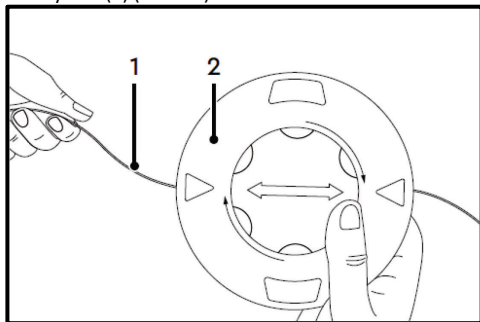

Рис. 22
- Тягніть за короткий кінець косильної ліски (1) до тих пір, поки точка середини (місце згину) довжини косильної ліски не опиниться всередині котушки (2) (Рис. 22).